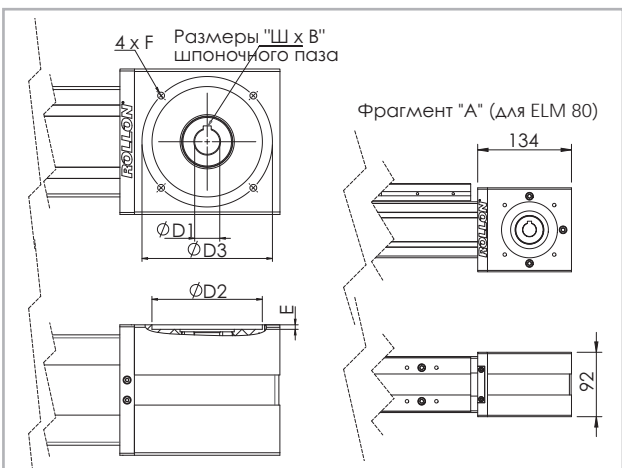

Рис. 14
* Изменённые размеры приводного блока (см. фрагмент "А" Рис. 14)